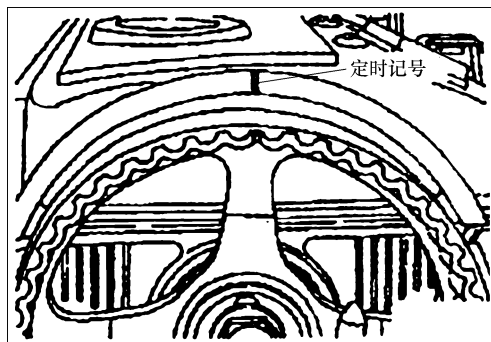

图 2-39 凸轮轴带轮上的正时记号
(8) 正时带安装
① 确认正时带张紧器安装妥当。
② 如图 2-39 所示，使凸轮轴带轮上的正时记号与气缸盖上的记号对齐。